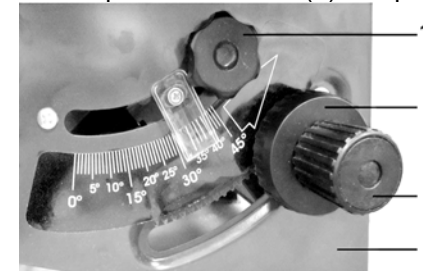

Рис. 10
10.4.2. Для удобства изменения угла наклона пиления на лицевой панели корпуса пилы (8), Рис. 10, под винтом фиксации установки шпинделя (10) нанесена градуированная шкала.